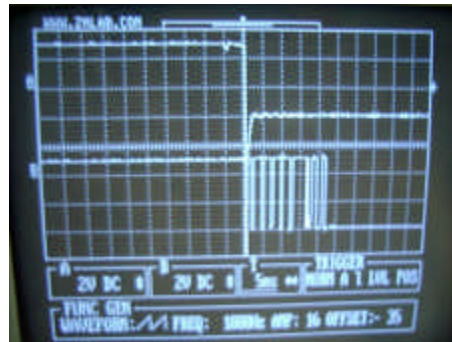

图 3 上波形为继电器断电，下波形为常闭触点闭合。
- 将触发边沿改为下降沿，则可以捕捉到继电器断电瞬间的波形(图 3)，具体做法的不同只是在第 5 步中将开关合上改为将开关断开，读者可以自行试验。